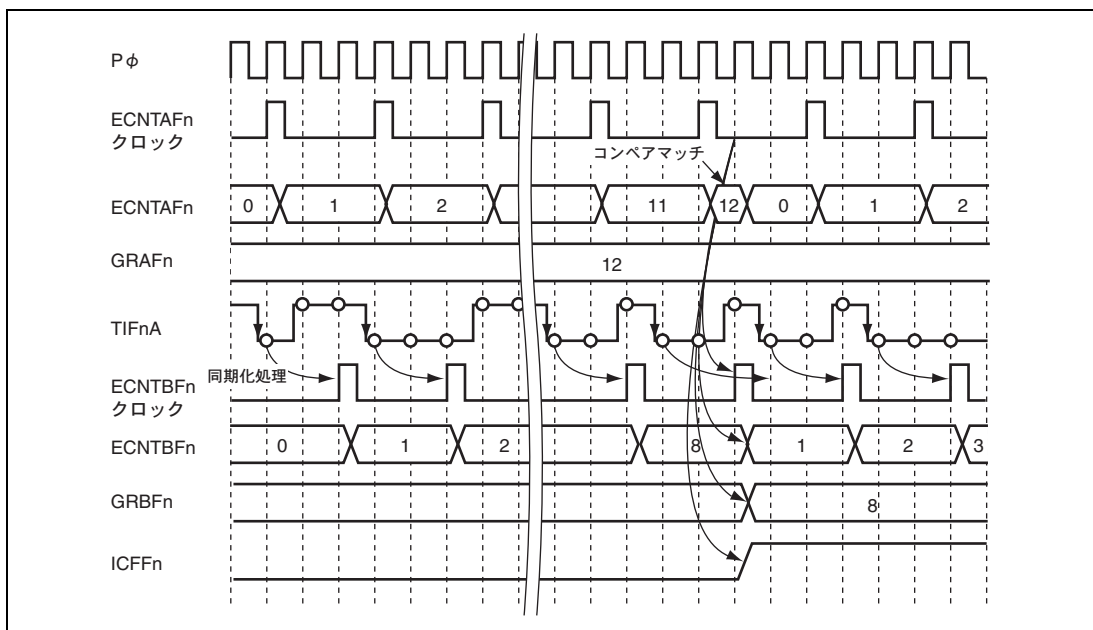

図 12.38 一定時間内エッジカウントの動作例 (コンペアマッチとイベントが同時)
- ECNTBFn : TIFnA入力より与えられた信号のエッジをカウントします。カウント対象のエッジは、立ち上がり、立ち下がり、両エッジのいずれかを選択可能です。この例では立ち下がりエッジをカウントします。また、同期化処理のためにTIFnAには2サイクルの遅れが生じます。ECNTAFnのコンペアマッチの検出後、次のPφクロックに同期してカウント値をクリアします。コンペアマッチによるカウントクリアと同時にカウント対象エッジが与えられた場合は、カウンタクリアとエッジカウントを1サイクルの間に行ったものと見なし、カウント値はH'0001となります。この例を図12.38に示します。